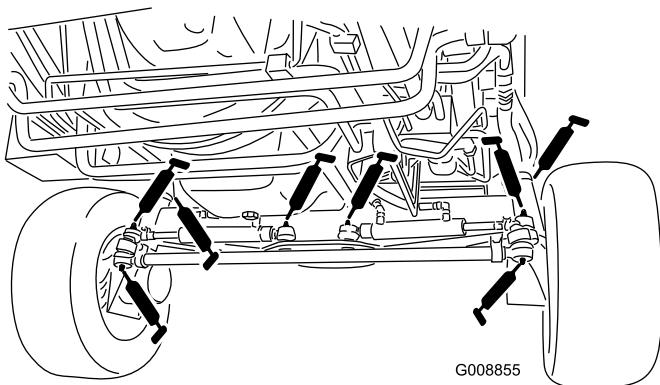

Figura 49
- 4 articulaciones esféricas del cilindro de dirección (Figura 49)
- 2 articulaciones esféricas de las bielas (Figura 49)
- 2 casquillos del pivote de dirección (Figura 49)